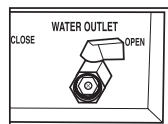

Fig. 7
2. Abra la válvula de desagüe o la válvula de evacuación de las aguas usadas para vaciar la cuba (Fig. 7).